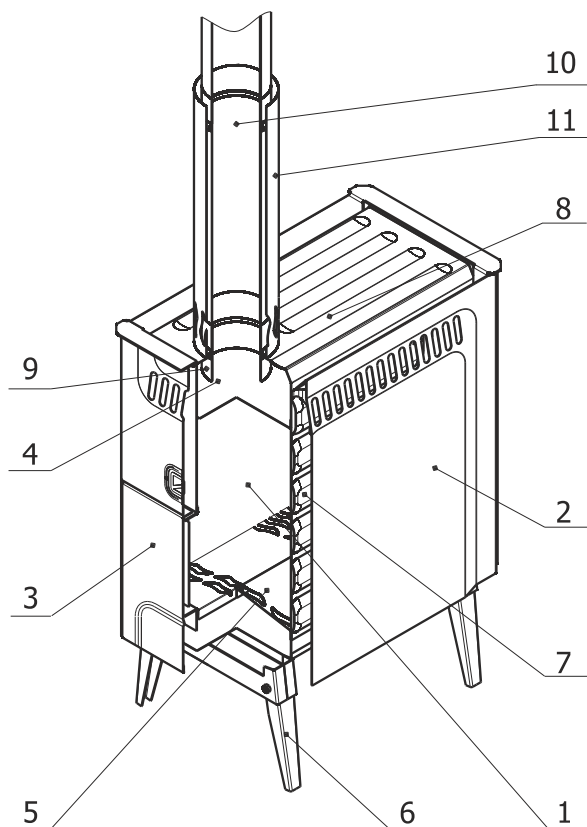

Рис. 1
Конструктивно печь состоит из топки 1 (рис. 1), заключённой в конвектор 2, и дверки 3. Внутри топки размещены отсекающий пламени 4, обеспечивающий оборот горячих дымовых газов и в результате лучший прогрев стенок печи, и колосник 5. Печь установлена на шарнирно закреплённых на топке ножках 6. На боковых стенках топки установлены пластины парообразователя 7. Конвектор экранирует жёсткое тепловое излучение от стенок топки и обеспечивает конвекционные потоки, ускоряющие прогрев помещения. Верхняя поверхность 8 топки может служить варочной поверхностью для приготовления и разогрева пищи.
4. Собрать дымоход, как показано на рис. 1, пропустив его через отверстие в потолочной разделке палатки. Ось дымохода должна быть вертикальна.